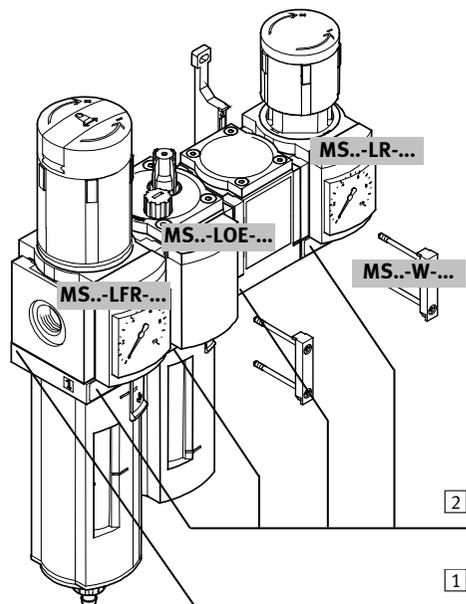

Bild 1 / Fig. 1 / 图 1
- Die MSB..-... ist wie folgt gekennzeichnet (siehe Bild 1):